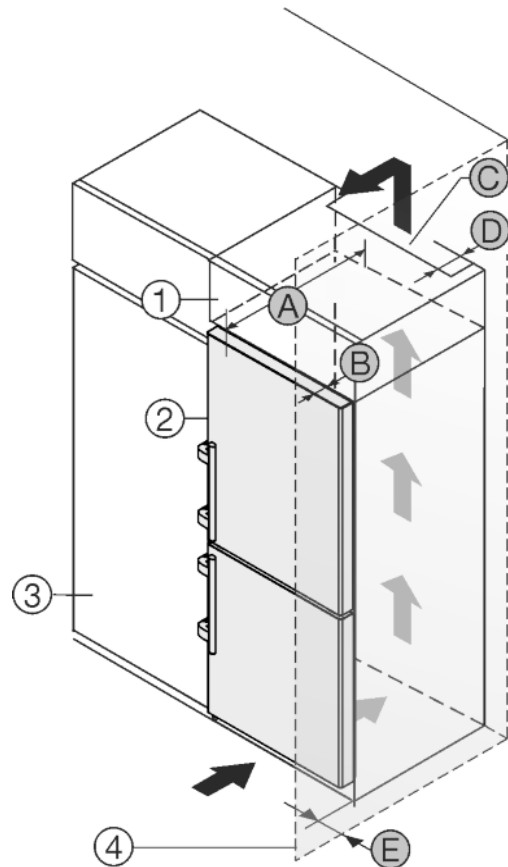

Fig. 42
Das Gerät kann mit Küchenschränken umbaut werden. Um das Gerät *Fig. 42 (2)* der Küchenzeilenhöhe anzugleichen, kann über dem Gerät ein Aufsatzschrank *Fig. 42 (1)* angebracht werden.
Das Gerät kann direkt neben dem Küchenschrank *Fig. 42 (3)* aufgestellt werden. Um die Türe vollständig öffnen zu können, muss das Gerät um die Tiefe *Fig. 42 (B)* gegenüber der Küchenschrankfront vorstehen. Abhängig von der Tiefe der Küchenschranke und Verwendung von Wandabstandshaltern kann das Gerät weiter herausragen.
- An der Rückseite des Aufsatzschrankes muss ein Abluftschacht mit der Tiefe *Fig. 42 (D)* über die gesamte Aufsatzschrankbreite vorhanden sein.
- Unter der Raumdecke muss der Entlüftungsquerschnitt *Fig. 42 (C)* eingehalten werden.
Wenn das Gerät mit den Scharnieren neben einer Wand *Fig. 42 (4)* aufgestellt wird, muss der Abstand *Fig. 42 (E)* zwischen Gerät und Wand eingehalten werden. Dies entspricht dem Griffüberstand bei geöffneter Tür.